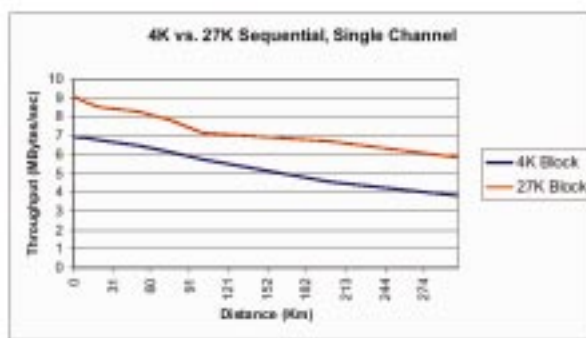

Рис. 2. Пропускная способность при последовательной передаче данных при одном канале
**Описание тестирования.** Последовательные записи; 3 трека, переданные одновременно по одному каналу, при размере блока 4 Кбайт. Тест повторен при размере блока 27 Кбайт (рис. 2).